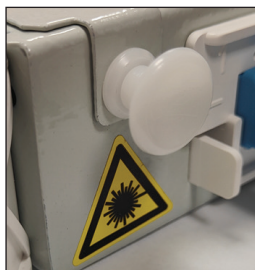

Рисунок 31
28.4 Зафиксировать крышку на кроссе надавив одновременно на обе защелки до характерного щелчка (рисунок 31).